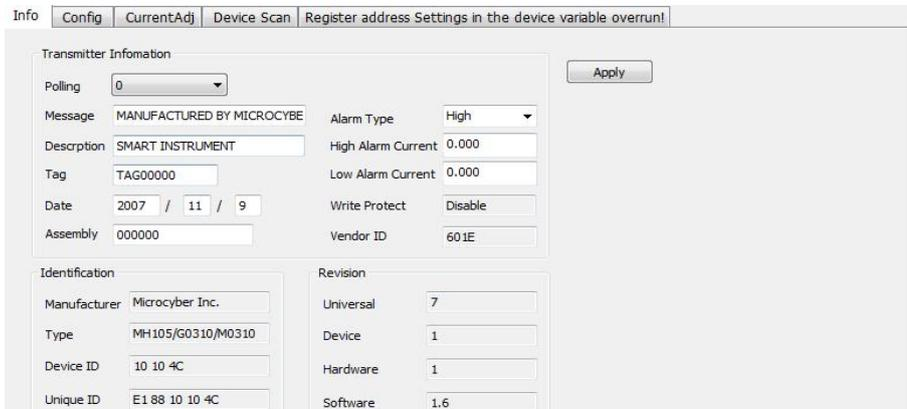

Рисунок 5.20 Вкладка «Основная информация»
- (1) Левая кнопка мыши щелкает подключенное к сети устройство в представлении сети, а правое представление вкладок отображает вкладки, связанные с устройством.
- (2) Нажмите «basic information» на правой вкладке, и, если информация получена успешно, отобразится основная информация об устройстве, как показано на рис. 5.20 .